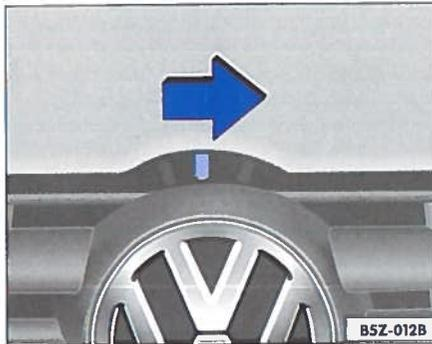

Abb. 89 Detail vom Kühlergrill: Entriegelungshebel zum Öffnen der Motorraumklappe
- Drücken Sie den Entriegelungshebel ⇒ Abb. 89 -Pfeil- in Pfeilrichtung und heben Sie gleichzeitig die Motorraumklappe an.